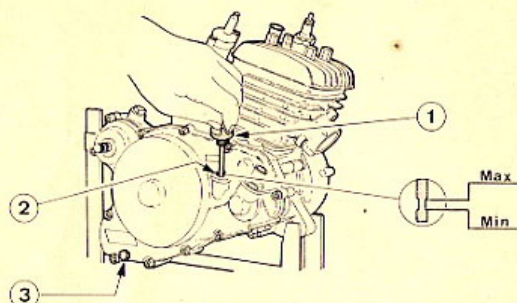

FIG. 1 Tappi olio
- 1) Verificare l'esatto livello dell'olio svitando l'apposito tappo (n° 1 in fig. 1) controllando che esso sia compreso nel tratto indicato in fig. 1. Qualora non si verificasse tale condizione, aggiungere attraverso il foro stesso (n° 2 in fig. 1), olio con viscosità SAE 20 + 30 (vedi caratteristiche tecniche) fino a che non si sarà raggiunta la condizione ottimale.
- 5) Dopo i primi 500 Km. eseguire il cambio dell'olio rimuovendo l'apposita vite di scarico (n° 3 in fig. 1). È indispensabile eseguire l'operazione a motore caldo in quanto il calore sviluppato durante il funzionamento rende più fluido l'olio agevolandone la fuoriuscita.